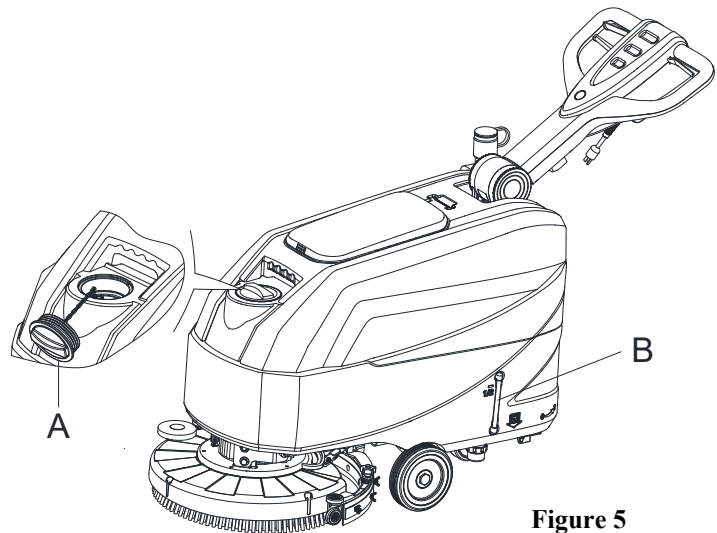

Figure 5
1. Ouvrez le couvercle d'entrée d'eau (A, Figure 5).
3. Ne remplissez pas trop le réservoir, et surveillez l'indicateur de niveau d'eau (B, Figure 5) pour connaître le volume d'eau.